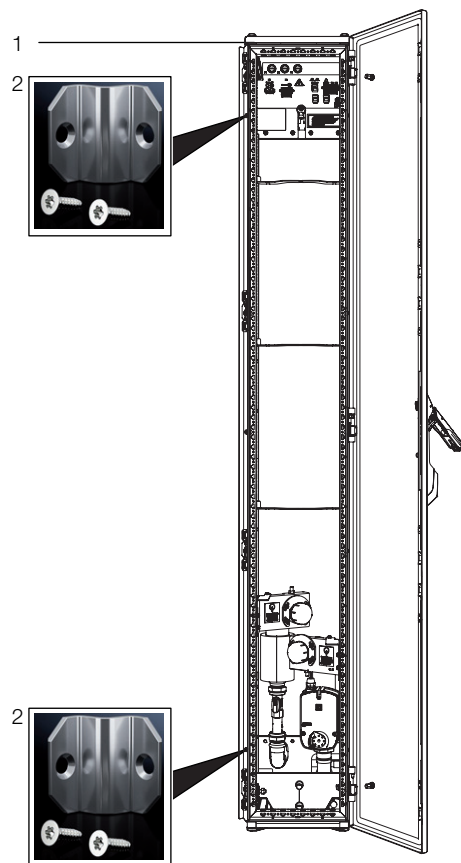

Fig. 34 : LCP Rack – face arrière
- Fixez à chaque fois deux attaches de juxtaposition (5301.310, fig. 34, pos. 2) avec les vis correspondantes au niveau des points de fixation prévus à cet effet au niveau des barres de montage à l'avant et à l'arrière du LCP Rack ou du LCP Inline affleurant (fig. 34, pos. 1).